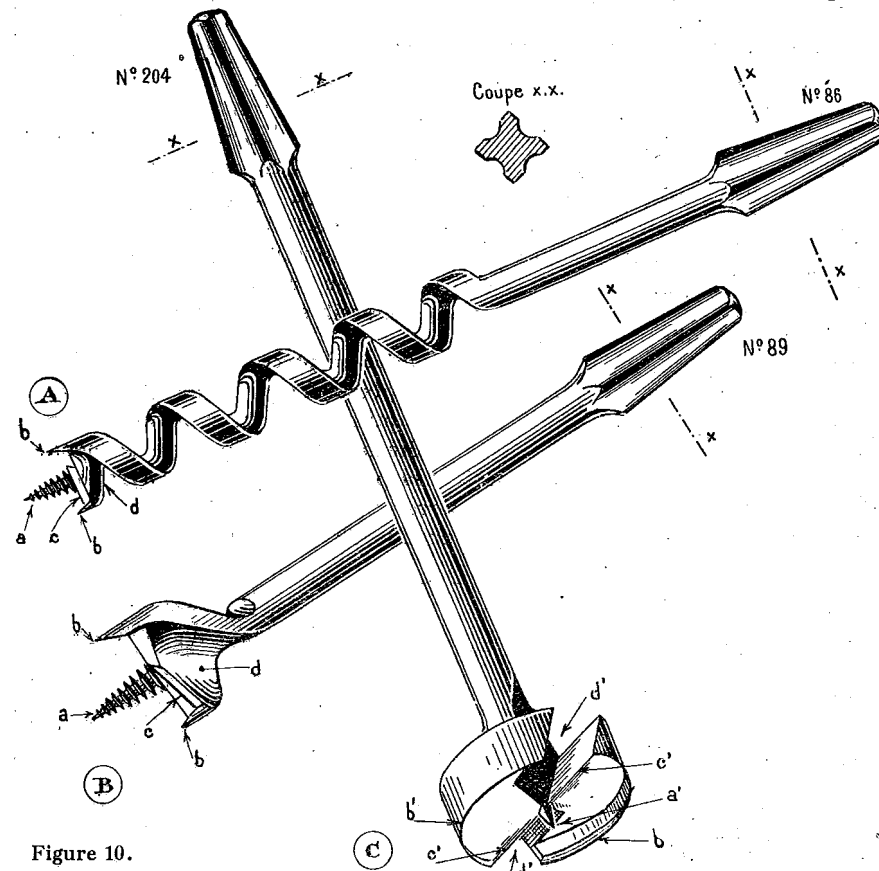
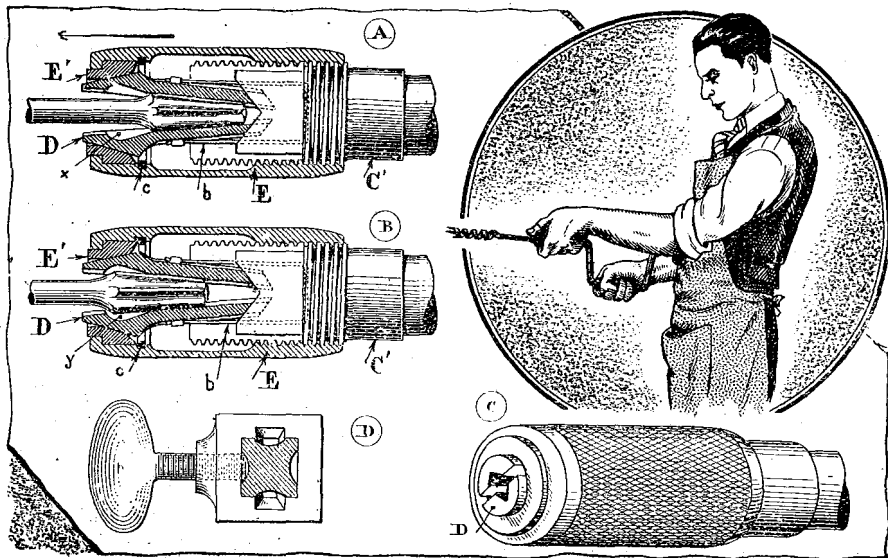

Figure 10.
Figure 12.
G) La *mèche à spirale* appelée encore *fraise à percer n° 86 d'origine* (fig. 10, A), que l'on rencontre chez les bons quincailliers dans les diamètres assortis de 5 à 30 mm., elles sont entièrement polies ;
1° La *mèche à découper les nœuds n° 204* (fig. 10, C) se distingue de tout ce qui a été fait jusqu'à ce jour, par des particularités fort intéressantes : la tête, en acier fondu de qualité supérieure, est cylindrique, elle est usinée sur des machines de grande précision, aussi la mèche 204, en dépit de son prix d'achat relativement élevé, comme tout outil d'excellente qualité d'ailleurs,
qui facilite énormément le montage de la mèche dans le mandrin du vilebrequin : les quatre facettes du tronc de pyramide formant la queue carrée de la mèche sont garnies d'une entaille longitudinale (fig. 10, coupes $\alpha\alpha$). Lors de la pose dans le porte-mèche du vilebrequin à vis ordinaire, l'extrémité de la vis de serrage prend appui dans l'une de ces petites gorges, et le blocage se manifeste d'une manière beaucoup plus énergique (fig. 12, D). De plus, dans les vieux vilebrequins ayant beaucoup servi, le carré du porte-mèche peut être déformé et l'encastrement d'une fraise à soie munie de cannelures se fait de meilleure façon.
équerres ou le guide dont il a été question ci-dessus ne peuvent servir et il est sage de bricoler rapidement un autre guide fait spécialement à la demande (fig. 12, A et B) ou bien encore de se servir d'une fausse-équerre ouverte d'une quantité telle que les deux branches fassent entre elles un angle α égal à l'inclinaison du percement envisagé dans un plan déterminé (voir C). La cale se compose d'un triangle de bois et, si on le juge nécessaire, d'une base B. Quand on emploie un échantillon de bois suffisamment épais au débit de l'équerre triangulaire A, celle-ci se pose debout très facilement sur la planche à travailler, sans aucune difficulté.